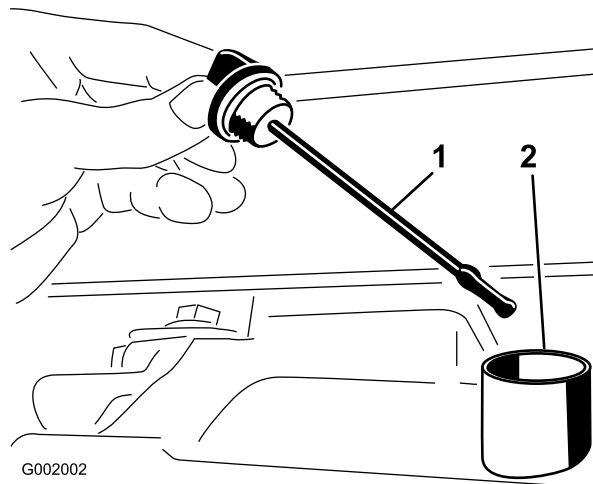

Figure 63
2. Retirez la jauge de la boîte-pont et essuyez-la sur un chiffon propre (Figure 63).